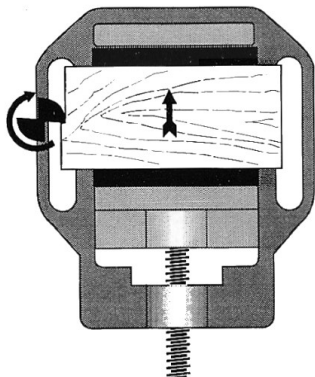

Fig. 4
4. Vorschubrichtung beim Abfräsen von Kanten (Fig. 4).
4. Advancement direction for milling along edges (Fig. 4).
4. Sens de l'avance pour le fraisage des bords (fig. 4).
4. Direzione d'avanzamento nella fresatura di smussi (fig. 4).